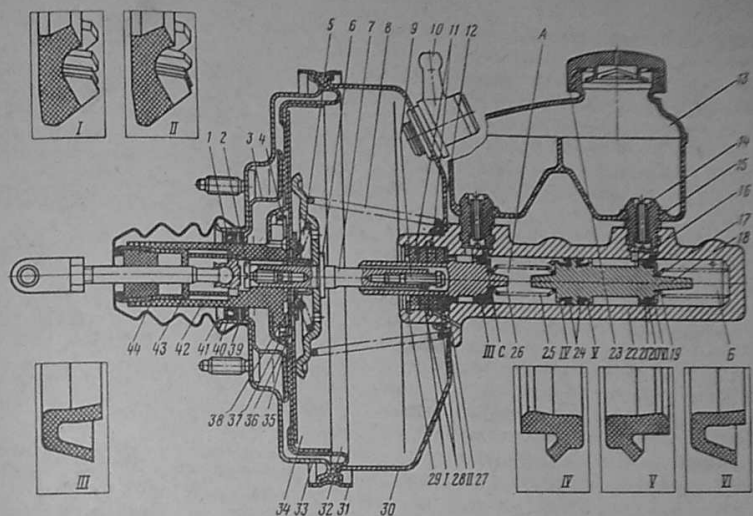
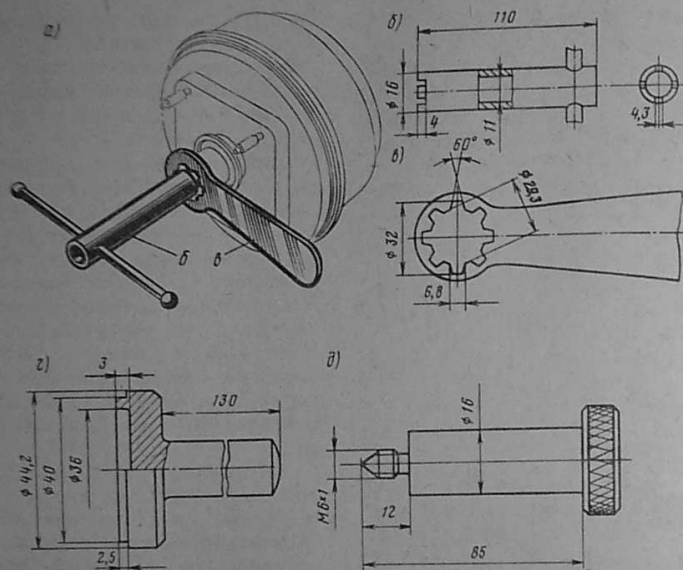

Рис. 134. Главный тормозной цилиндр с вакуумным усилителем:
Рис. 136. Инструмент для разборки и сборки усилителя
Если исследуемая неисправность регистрируется загоранием сигнальной лампы, то, удерживая педаль нажатой, открыть (отвернуть на пол-оборота) клапан выпуска воздуха из больших цилиндров. Если педаль получит дополнительный ход, то это укажет на негерметичность манжетного уплотнения VI (рис. 134) из-за повреждений манжеты, или посадочного места под манжету, либо повреждений зеркала цилиндра в рабочей зоне действия манжеты, а если этот ход педали отсутствует, то негерметичны могут быть манжеты IV или III из-за повреждений, описанных выше.
Если при снятии разрежения в усилителе колеса растормозились, то причиной перекрытия компенсационного отверстия может быть усилитель, у которого нарушена регулировка регулировочным винтом 2 (см. рис. 134).
Снятие и разборка главного цилиндра. Отсоединить трубопроводы от главного цилиндра. Снять главный цилиндр, отвернув две гайки крепления его к вакуумному усилителю. Слить тормозную жидкость из бачка. Расположить главный цилиндр бачком вниз и, нажав несколько раз на поршень 26 (см. рис. 134) 1-й камеры, удалить жидкость из главного цилиндра.
Сборка главного цилиндра. Перед сборкой промыть все детали чистой тормозной жидкостью. Затем установить манжеты на поршни, направив рабочие кромки, как показано на рис. 134. Смазать зеркало цилиндра чистой тормозной жидкостью. Установить пружины на поршни. Для облегчения установки пружины следует навинчивать на поршни.
Ослабить контргайку и отвернуть вилку. Снять защитный чехол и вынуть воздушный фильтр 44 (см. рис. 134). Специальным ключом б (рис. 136) вывернуть прижимную втулку 43 (см. рис. 134) опоры толкателя, удерживая корпус поршня ключом в (см. рис. 136).
Разобрать центральный клапан, поршень и другие детали, комплектующие этот узел (следящий механизм) усилителя, для чего необходимо вывернуть регулировочный винт 2 (см. рис. 134). Для стопорения этого винта применен эпоксидный клей. При затруднении отворачивания винта следует предварительно прогреть паяльником с длинным стержнем.
2. С помощью оправки г (см. рис. 136) зафиксировать положение уплотнительной манжеты стопорной шайбой 41 (см. рис. 134).
нец корпуса поршня 42 (см. рис. 134), зафиксировав запорным кольцом 4.
10. Технологическим винтом д (см. рис. 136) соединить корпус поршня со штоком, для чего завернуть названный винт в шток со стороны корпуса поршня приблизительно на 3 оборота. Подсобранный узел вставить в основание корпуса, смазав рабочую поверхность поршня смазкой ЦИАТИМ-221.
11. Собрать крышку 30 (см. рис. 134) корпуса с обратным клапаном 10.